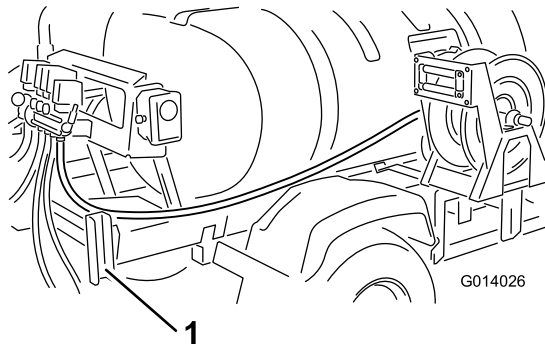

图12
6. 沿着药缸滑移架向后布置软管，使其位于喷洒臂支撑槽（图12）内侧的右后挡板内。
7. 在安装机架周围布置软管，一直通到先前安装的软管卷阀门（图12）。